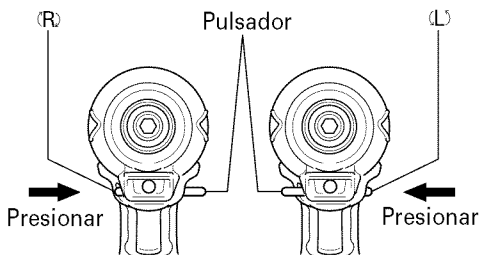

Fig. 7
El lado L (izq.) del botón pulsador se usa para hacer girar el manguito hacia la izquierda. (Vea la Fig. 7). (Las marcas (L) y (R) están en el cuerpo de la herramienta.